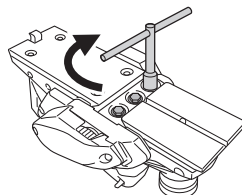

Fig. 18
- (3) Como se muestra en la Fig. 18, fije el perno en el soporte de la cuchilla de carburo y, de esta forma, habrá finalizado el reemplazo de la misma.